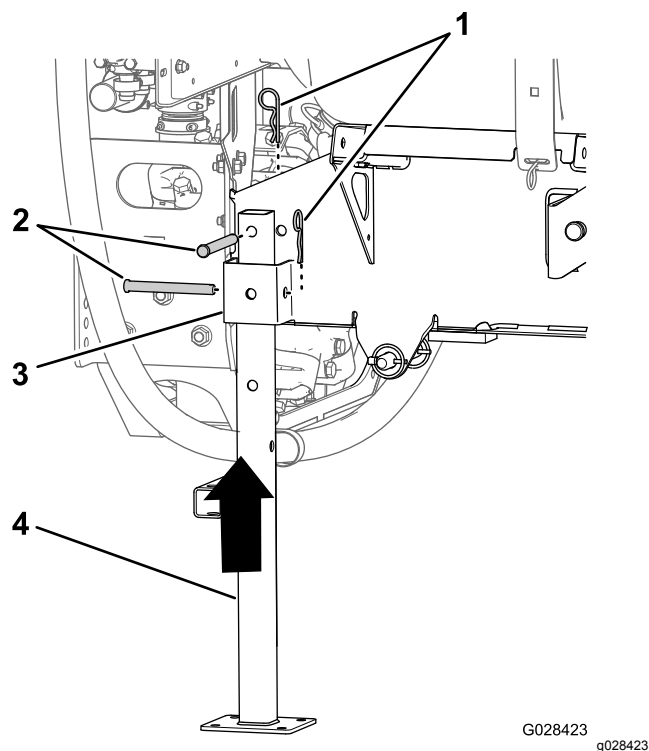

Figura 131
- Allineate il cavalletto posteriore con la sede per il cavalletto posteriore (Figura 131).
- Allineate il foro nella parte superiore del cavalletto con il foro sul telaio di supporto del serbatoio (Figura 131).
- Fissate il cavalletto al ricevitore e al telaio con 2 perni con testa ($\frac{1}{2}$ " x $4\frac{1}{2}$ ") e 2 coppiglie ($\frac{5}{32}$ " x $2\frac{5}{8}$ ") come mostrato nella Figura 131.